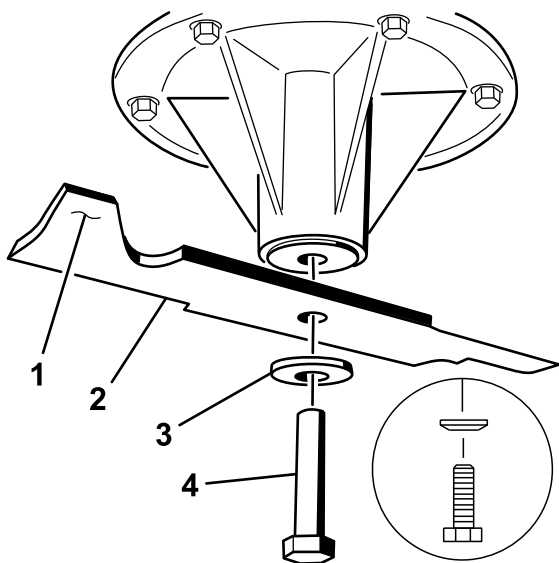

Figure 98
- Enlevez des axes des lames gauche et centrale, le boulon de lame, la rondelle bombée et la lame (Figure 98).